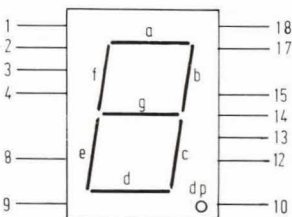

Fig. 12. common anode: 1, 4, 9, 10 en 18; a=2; b=17; c=14; d=13; e=8; f=3; g=15; dp=12.
- Aansluitingen en karakteristieken: zie fig. 12.